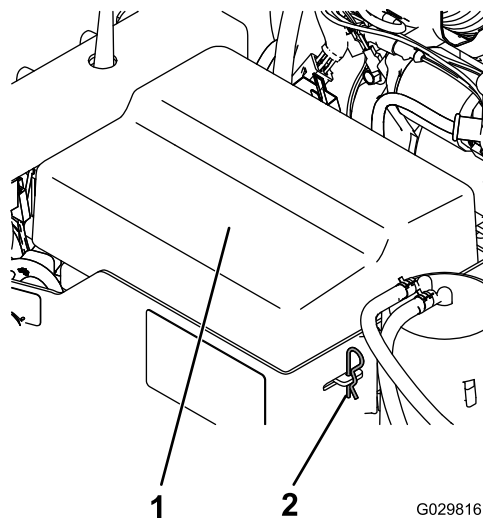

図 3
1. バッテリーカバーをバッテリーボックスに固定しているクリップを外す 図 3。